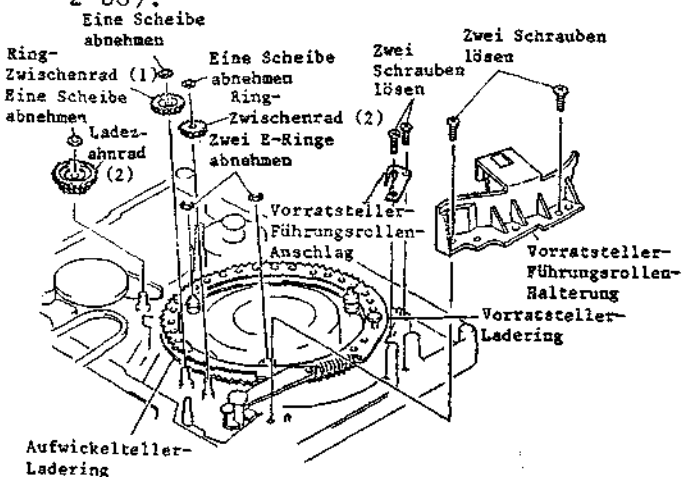
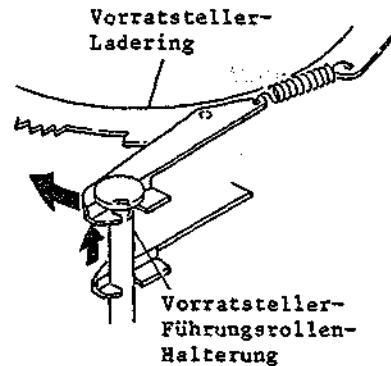

Abb. 2-87 Ausbau des Vorratsteller-Laderings und des Aufwickelteller-Laderings
Abb. 2-88 Ausbau des Vorratsteller-Laderings und des Aufwickelteller-Laderings
### 3-37 Ausbau des Vorratsteller-Laderings und des Aufwickelteller-Laderings (Abb. 2-87, 2-88)
13. Zwei (2) Befestigungsschrauben der Vorratsteller-Führungsrollen-Halterung lösen (siehe Abb. 2-87).
14. Zwei (2) Befestigungsschrauben des Vorratsteller-Führungsrollen-Anschlags lösen.
15. Eine (1) Scheibe abnehmen und das Ladezahnrad (2) aus dem Chassis ziehen.
16. Eine (1) Scheibe abnehmen und das Ring-Zwischenrad (1) aus dem Chassis ziehen.
17. Eine (1) Scheibe abnehmen und das Ring-Zwischenrad (2) aus dem Chassis ziehen.
18. Zwei (2) E-Ringe, mit denen der Vorratsteller-Ladering befestigt ist, und den Vorratsteller-Ladering abnehmen.
19. Eine (1) Lasche des Vorratsteller-Laderinges an der Vorratsteller-Führungsrollen-Halterung in Pfeilrichtung freigeben (siehe Abb. 2-88).